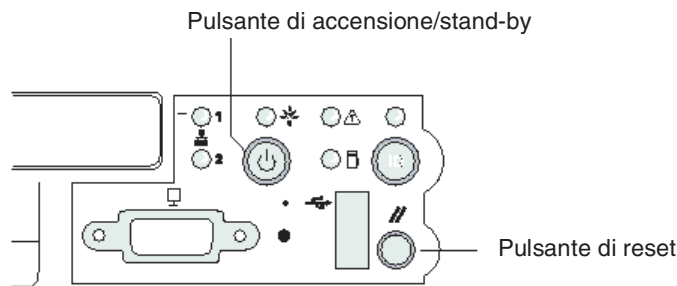

FIGURA 2-25 Posizione dei pulsanti di accensione e reset Server Sun Fire V60x
- a. **Premere il pulsante di reset sul nodo (vedere la FIGURA 2-25).**